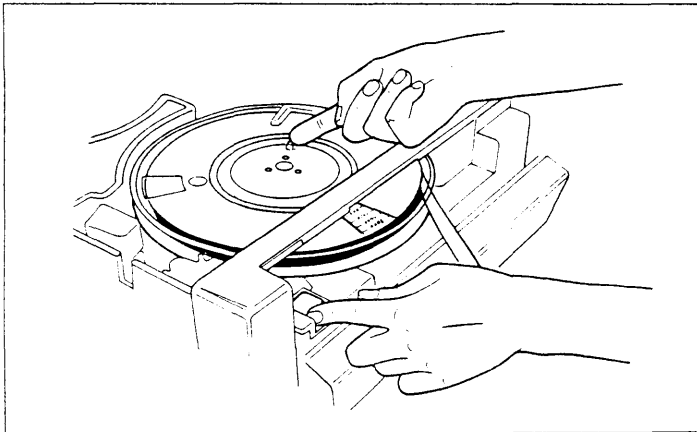

Bild 4 Manuelles Einlegen einer Bandspule und Entriegeln
AUTOLOAD OVERRIDE ist ein mechanischer Schalter, an den Sie durch Öffnen der Fronttür des Geräts gelangen. Sie können mit diesem Schalter den Verriegelungsmechanismus der Abwickelspule freigeben, indem Sie auf den Schalter drücken und gleichzeitig die Spule im Uhrzeigersinn drehen. Wenn Sie auf den Schalter drücken und gleichzeitig die Spule gegen den Uhrzeigersinn drehen, rastet der Verriegelungsmechanismus ein (siehe Bild 4).
4. Drücken Sie die rote Taste AUTOLOAD OVERRIDE an der linken unteren Seite der Frontöffnung, um ein manuelles Verriegeln der Vorratsspule zu ermöglichen. Drehen Sie die Spulenaufnahme gegen den Uhrzeigersinn kräftig, bis Sie den deutlich spürbaren Verriegelungswiderstand überwunden haben (siehe Bild 4). Die Spule ist nun mit der Spulenaufnahme verriegelt.